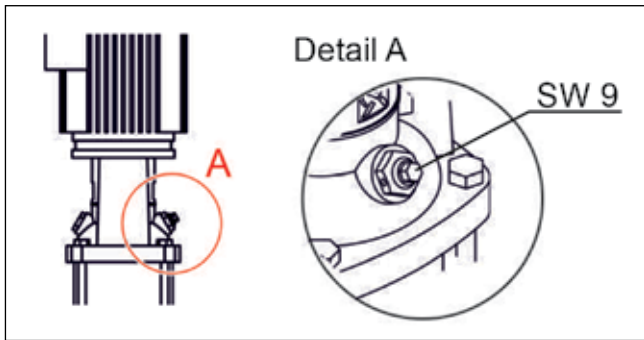

Abbildung 14: Entlüftungsventil an der Druckhaltepumpe
**Ausführung B:** Die Einstellung erfolgt am Einstellrad (2). Bei werksseitig eingebautem Nachspeisemodul EMCF ist dies bereits eingestellt, siehe Plombierstreifen am Ventil (3) (Abb. 14).